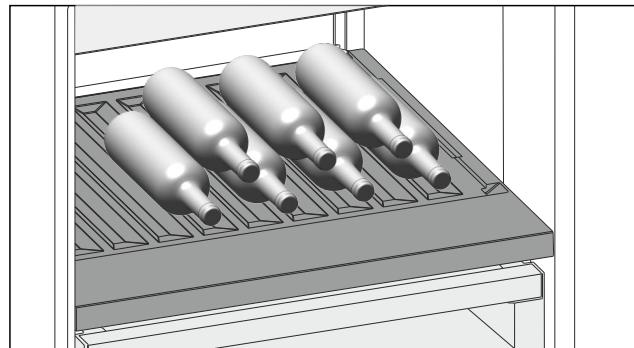

Fig. 121
- ▶ 将瓶底向后对着后壁放入瓶子。〔参见 Fig. 121〕